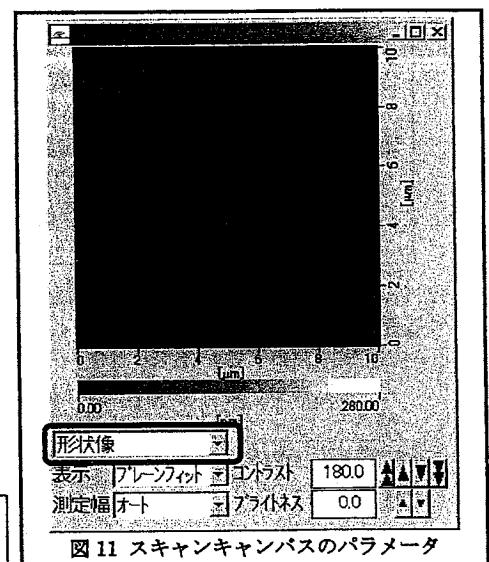

図 11 スキャンキャンバスのパラメータ
- (9) 2 枚のスキャンキャンバスのデータタイプを、それぞれ「形状像」「誤差信号像」に設定 (図 11)